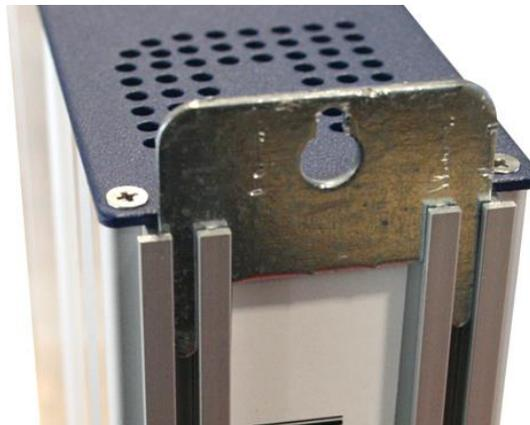

Figura 3. Detalle del soporte para chasis (mural o rack)
1. Para instalaciones de varios módulos (cabecera) o un solo módulo, fijar el módulo transmodulador a un chasis mural (CHM TR) o a un chasis para rack (CHR TR). Para ello montar en la parte superior trasera del módulo la pieza metálica suministrada, tal y como se indica en la figura 3.